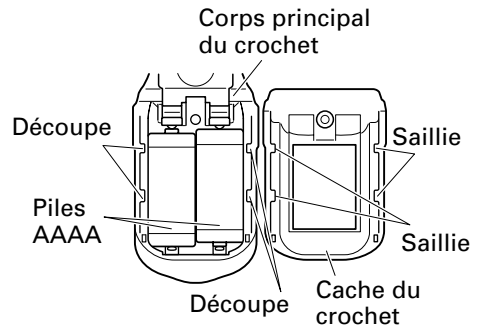

Fig. 15
- (2) Retirer les piles usées et insérer des piles neuves. Les aligner sur le crochet et disposer les bornes positive (+) et négative (-) correctement. (Fig. 15)